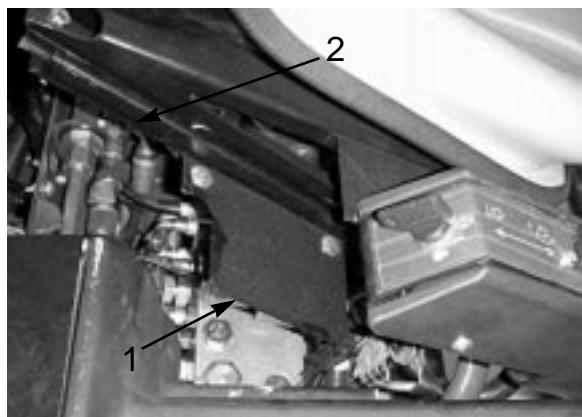

図 5
7. シート・ベースの右側にバルブ・シールドを取り付ける（キャリッジ・ボルト（5/16×5/8）とナット各2を使用）。シールドの位置は図5を参照。